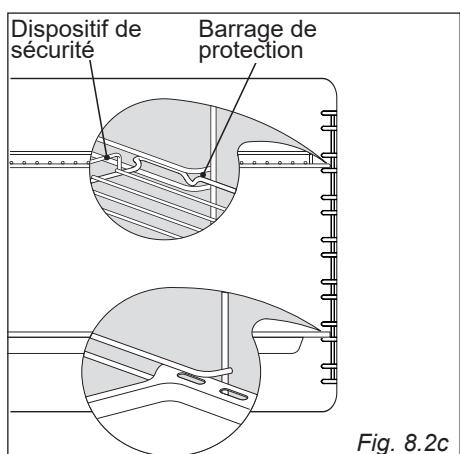

Fig. 8.2c
- Faire glisser sur les guides la grille et la lèchefrite (fig. 8.2c). Mettre la grille de façon que le dispositif de sécurité (qui évite toute extraction accidentelle) et le barrage de protection soient tournés vers l'intérieur du four.